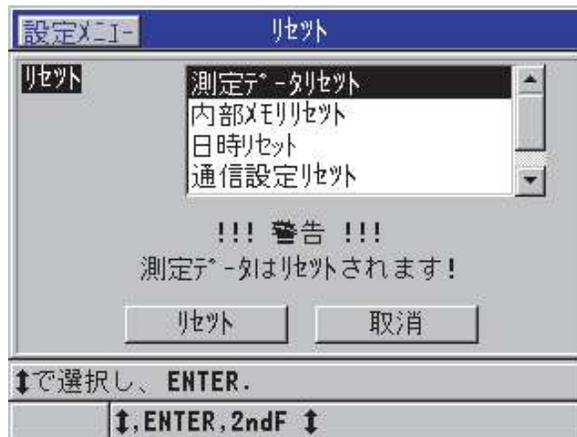

図 6-33 測定をリセットするときの警告メッセージ
2. リセット画面で、以下の操作を行います（113 ページ図 6-33 参照）。